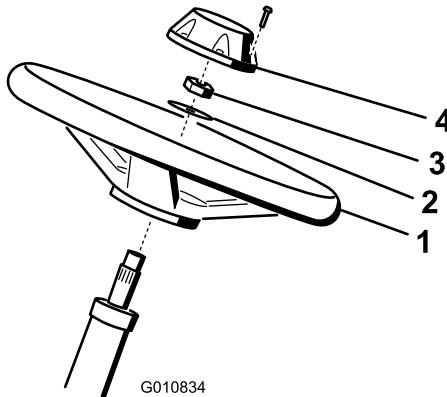

图4
1. 将方向盘滑入转向轴 (图4)。
2. 将垫圈滑入转向轴 (图4)。
3. 使用锁紧螺母将方向盘固定到转向轴上、旋紧至  $27\sim35N\cdot m$  (图4)。
4. 将中心盖安装到方向盘上，并用螺丝固定 (图4)。